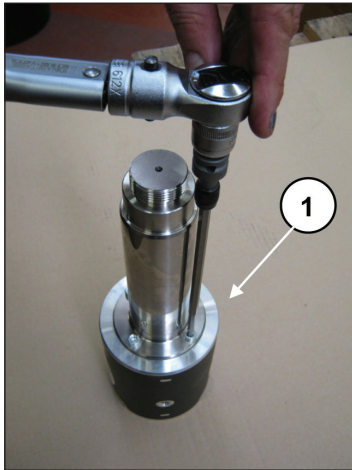

图38
要将杆与活塞导承分开，必须拧松圆柱头螺丝M6，可使用专用扳手（①，图38）。